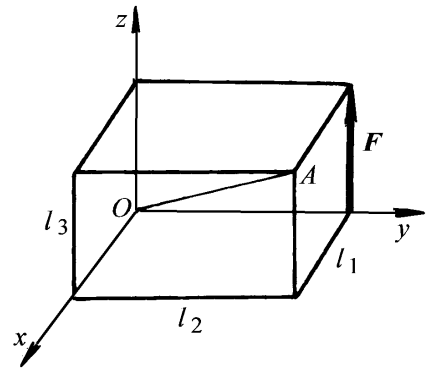

图 1-11
- 1-4 力 F 作用于长方体的一棱边上（图 1-11），已知长方体边长为 l_1, l_2, l_3 ，试求力 F 对